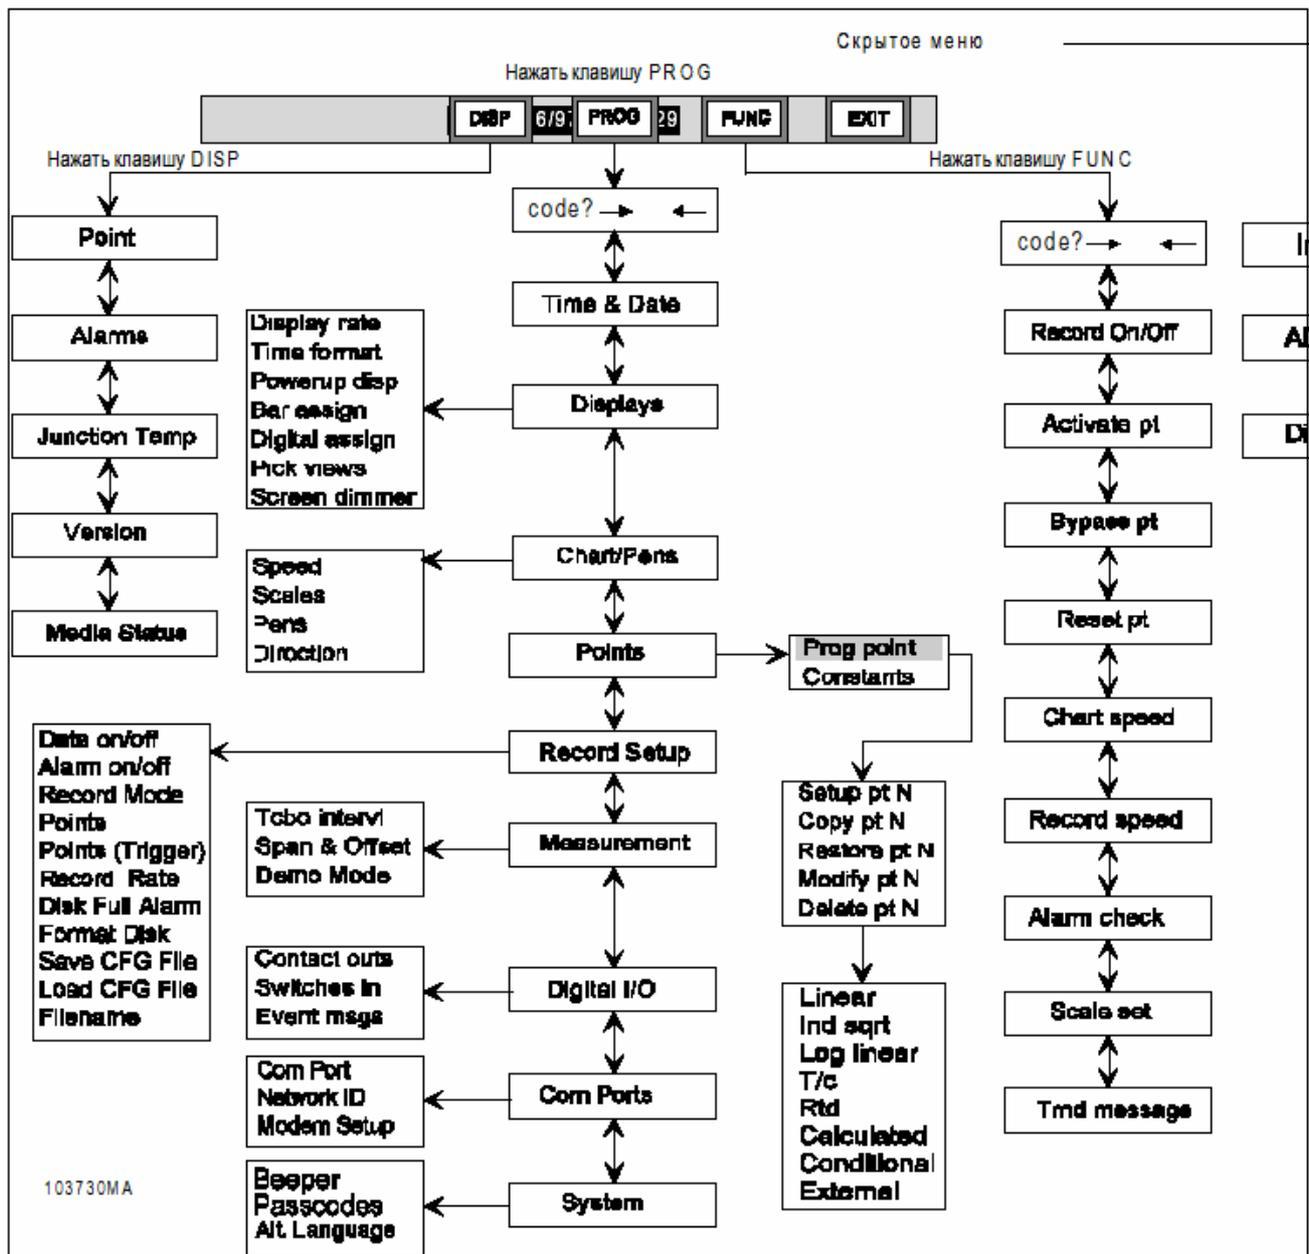

Рис. 4-1 Диаграмма процесса общего параметрирования
Общее параметрирование регистратора и диаграмма меню см. рис. 4-1. Описание меню индикации и функций см. главу 3.
4.2.1 Общая информация. Каналы устанавливаются через показанное на рис. 4-1 меню параметрирования. Через клавишу **MENU** справа на стандартной панели клавиш и нажатие **PROG** вызывается режим параметрирования.
4.2.4 Выбор в меню параметрирования. Последующие разделы расположены в соответствии с пунктами меню параметрирования (см. рис. 4-1 и 4-3). Там могут быть установлены следующие параметры: